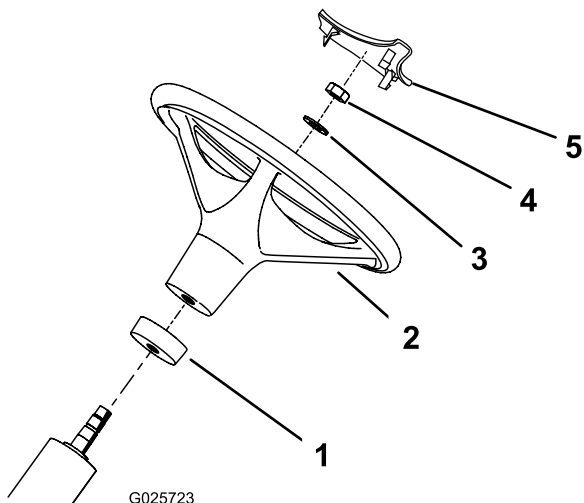

図 3
2. ウレタン製カラーを、径の小さい方からステアリングシャフトにはめ込む 図 3。
3. ハンドルをステアリングシャフトにはめ込む (図 3)。
4. ハンドルをステアリングシャフトにはめ込み、ワッシャとロックナットで固定する 図 3。
6. ステアリングハンドル用のカバーをハンドルの所定位置に押し込むようにして取り付ける 図 3。